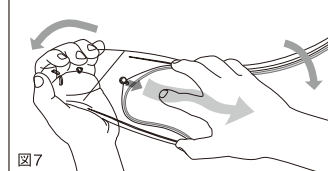

図7
④取り外すときはまず、シールドをヘルメットから外し、取り付けたときと同様にシールドを十分に開きながら(図7)、ピンからPINLOCK® fog-free sheet/PINLOCK® EVO lensを抜き取ります。